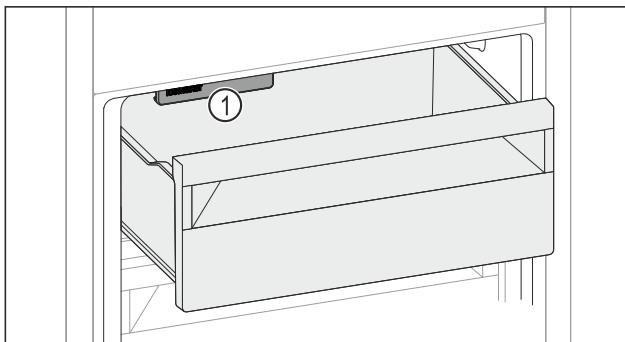

Fig. 168
- Внимавайте за IceMaker Fig. 168 (1).